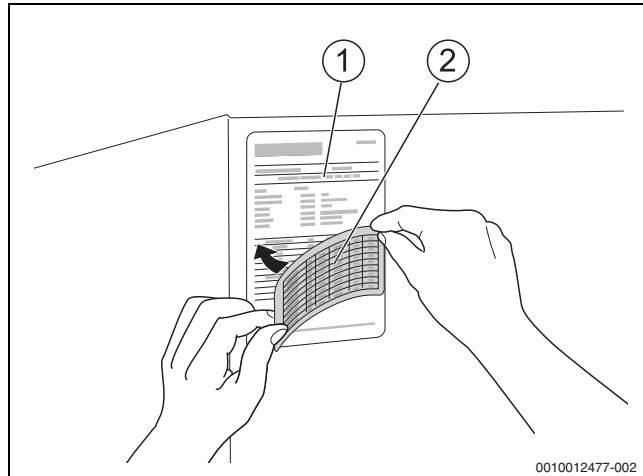

Bild 27 Typschild aktualisieren bei Umstellung innerhalb der Erdgasgruppen und bei Flüssiggas (nicht bei LowNOx-Variante)
- ▶ Entsprechenden Bereich auf dem vorhandenen Kessel-Typschild (→Bild 27, [1]) mit dem mitgelieferten Aufkleber (→Bild 27, [2]) für die gelieferte Gasart, entsprechend der Gasblende, überkleben.